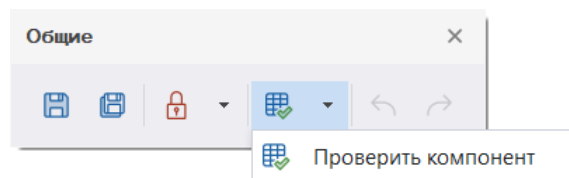

Рис. 10 Запуск проверки компонента
8. Выполните проверку компонента, см. Рис. 10.